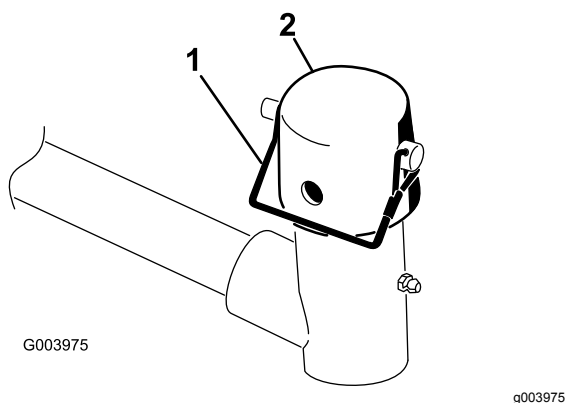

Figure 10
7. Retirez la goupille élastique et le capuchon de la chape de pivot du bras de levage (Figure 10).
11. Fixez le capuchon et l'arbre du bâti porteur à la chape du bras de levage avec la goupille à fermoir. Utilisez la fente si un tablier de coupe directionnel est recherché ou utilisez le trou si le tablier de coupe doit rester fixe (Figure 10).